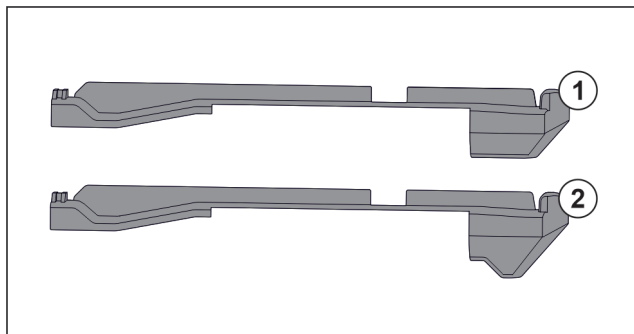

Fig. 141 Vergleich der Aufsteckteile
Im Gerät befinden sich zwei unterschiedliche Aufsteckteile. Das Aufsteckteil über dem untersten Schubfach Fig. 141 (2) hat eine dreieckige Kante. Alle anderen Aufsteckteile Fig. 141 (1) haben eine gerade Kante.
- ▶ Aufsteckteil Fig. 141 (2) mit der dreieckigen Kante über dem untersten Schubfach anbringen.
- ▶ Aufsteckteil Fig. 141 (1) mit der geraden Kante an allen anderen Stellen anbringen.